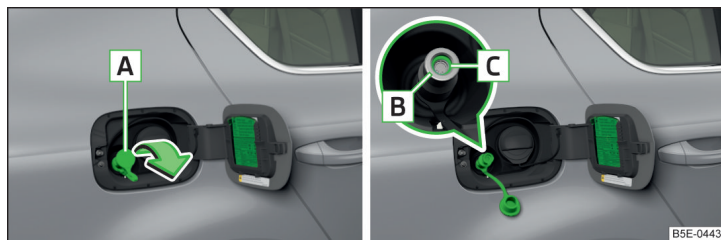

Abb. 192 Erdgaseinfüllstutzen
- Die Kappe **A** » Abb. 192 in Pfeilrichtung abnehmen und die Füllkupplung der Betankungsanlage auf den Einfüllstutzen **B** stecken.
- Prüfen, ob der Dichtring **C** » Abb. 192 im Einfüllstutzen **B** stecken blieb. Ist der Dichtring auf die Füllkupplung gerutscht, dann ist dieser wieder in den Einfüllstutzen einzusetzen.